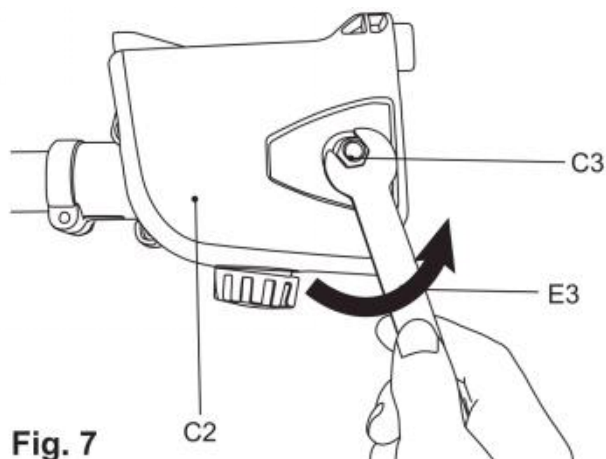

Fig. 7
- 3) Dévissez l'écrou de fixation (C3) dans le sens antihoraire à l'aide de la clé de montage (E3), puis retirez le couvercle latéral (C2). (Fig. 7)